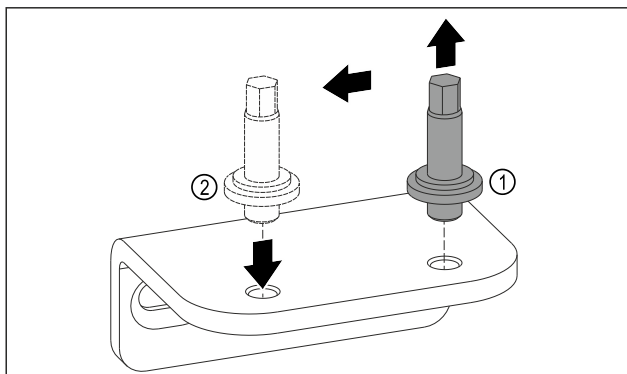

Fig. 13
- Keerake alumise laagripuki polt väliskuuskantvõtmega VM5 välja. Fig. 13 (1)
- Pange polt vastasküljel sisse. Fig. 13 (2)